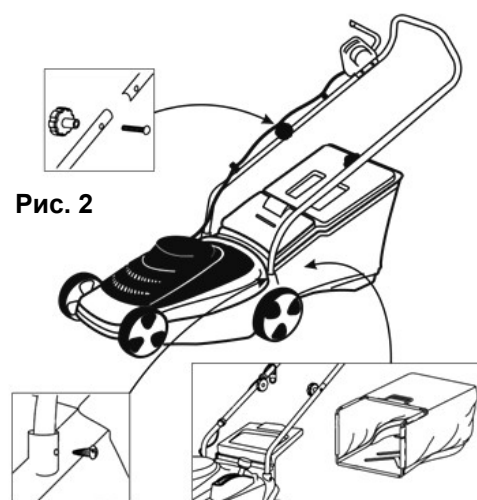

Рис. 2
- Установите нижние стойки рукоятки управления в посадочные отверстия на корпусе косилки. Зафиксируйте положение винтами (См. Рис.2).
- Горизонтальные стержни на металлическом каркасе при этом должны полностью заходить в пластмассовые крючки корпуса (См. Рис.2).